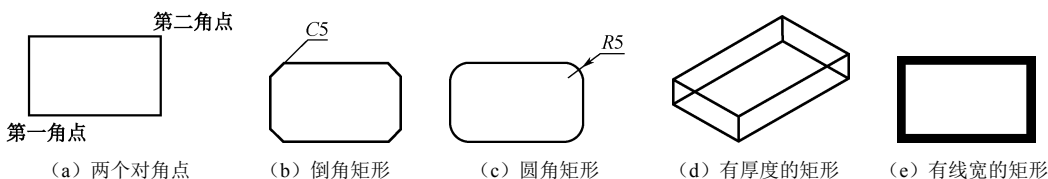

图 2-76 矩形的不同形式
- ① 指定第一个角点：这是默认绘制矩形的方法，通过指定两个对角点来确定矩形的大小和位置，如图 2-76 (a) 所示。在指定第一角点后，系统会提示指定另一角点。
- ② 倒角 (C)：用于指定两个倒角距离，绘制带倒角的矩形，如图 2-76 (b) 所示。
- ③ 标高 (E)：用于指定矩形所在平面的高度（即 Z 坐标），默认情况下，矩形在 X、Y 平面上（Z 坐标为 0），该选项一般用于三维绘图。
- ④ 圆角 (F)：用于指定圆角半径，绘制带圆角的矩形，如图 2-76 (c) 所示。本任务操作实例中绘制的矩形即为圆角矩形。
- ⑤ 厚度 (T)：用于绘制带厚度的矩形，如图 2-76 (d) 所示，该选项一般用于三维绘图。
- ⑥ 宽度 (W)：用于绘制指定线宽的矩形，如图 2-76 (e) 所示。